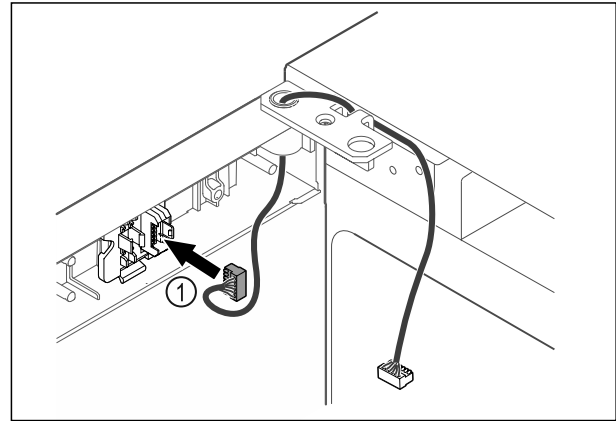

Fig. 66
- ▶ Insérer le connecteur Fig. 66 (1) dans le support.